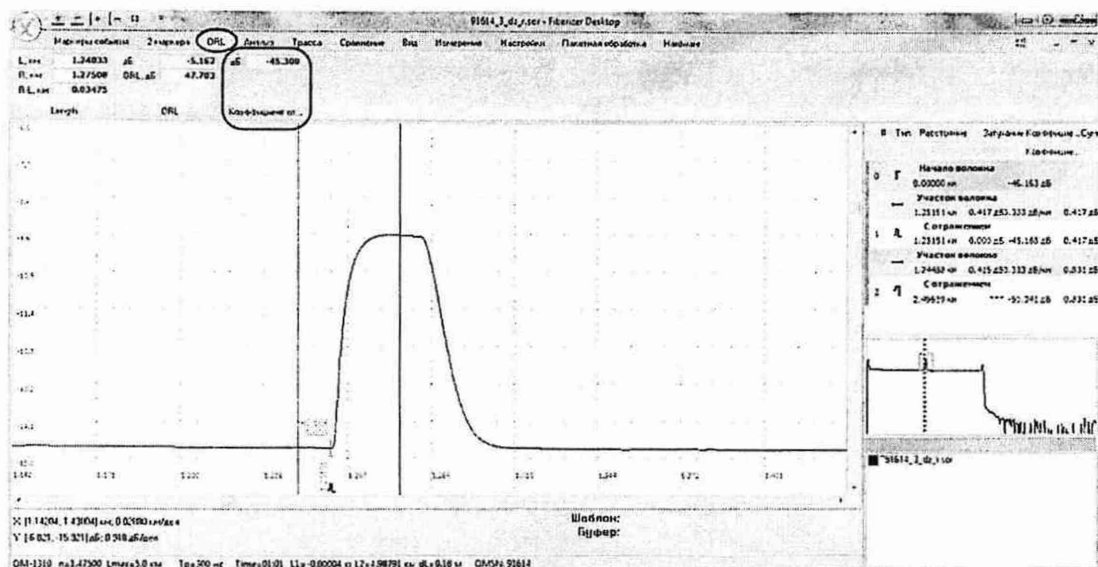

Рисунок 15
5) Выбрать закладку **ORL** (см. рисунок 15).